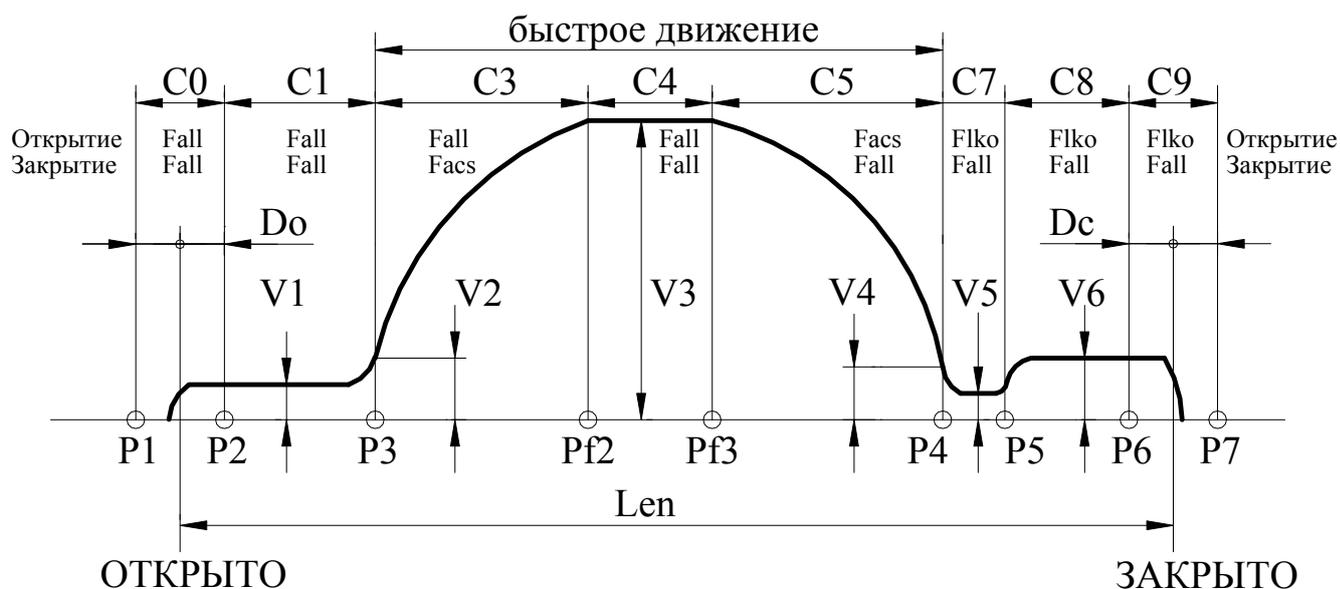

Рис.5. Траектория движения.
3.8.7.4. *Устройство* обрабатывает траекторию движения, показанную на **рис.5**, справа налево.
- 3.8.7.7. Если *Устройство* определило наличие упора в зоне С0 (см. **рис.5**), включается ВКО и производится синхронизация на 0. После этого *Устройство* переходит в режим одностороннего удержания.
- 3.8.7.8. Если *Устройство* определило наличие упора на расстоянии от С_VКО до С0 (см. **рис.5**), то включается ВКО, но синхронизации на 0 не производится. После этого *Устройство* также переходит в режим одностороннего удержания.
- 3.8.8.4. *Устройство* обрабатывает траекторию движения, показанную на **рис.5**, слева направо.
- 3.8.8.8. При **полном закрытии**, когда *Устройство* определило наличие упора в зоне С9 (см. **рис.5**), включается ВКЗ. После этого *Устройство* переходит в режим одностороннего удержания.
3.9.1. Рис.5, на котором показана траектория движения, отслеживаемая Устройством, поясняет назначение многих параметров, рассмотренных ниже. На рис.5 отображено также распределение сил на участках траектории отдельно при открытии и при закрытии (при переходе в режим удержания устанавливается соответствующая сила удержания).
- Если $Var_sl=1$, то точка препятствия запоминается и происходит замедление скорости движения при подходе к точке препятствия до $Vbar$. При отсутствии препятствия в том же месте, дальнейшее движение происходит по кривой, указанной на **рис.5**.
3.9.7.14. **ТР.2D** – C_vko (мм) – дополнительное смещение точки **P2** (**рис.5**) для расширения диапазона удержания сигнала ВКО.
3.9.7.15. **ТР.2E** – C_vkz (мм) – дополнительное смещение точки **P6** (**рис.5**) для расширения диапазона удержания сигнала ВКЗ.